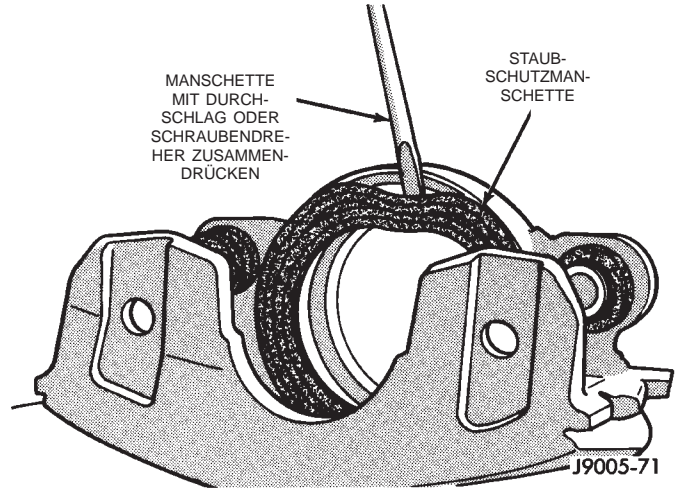

Abb. 48 Kolbenmanschette vom Bremssattel lösen
(5) Die Staubschutzmanschette des Kolbens mit einem geeigneten Werkzeug lösen (Abb. 48).